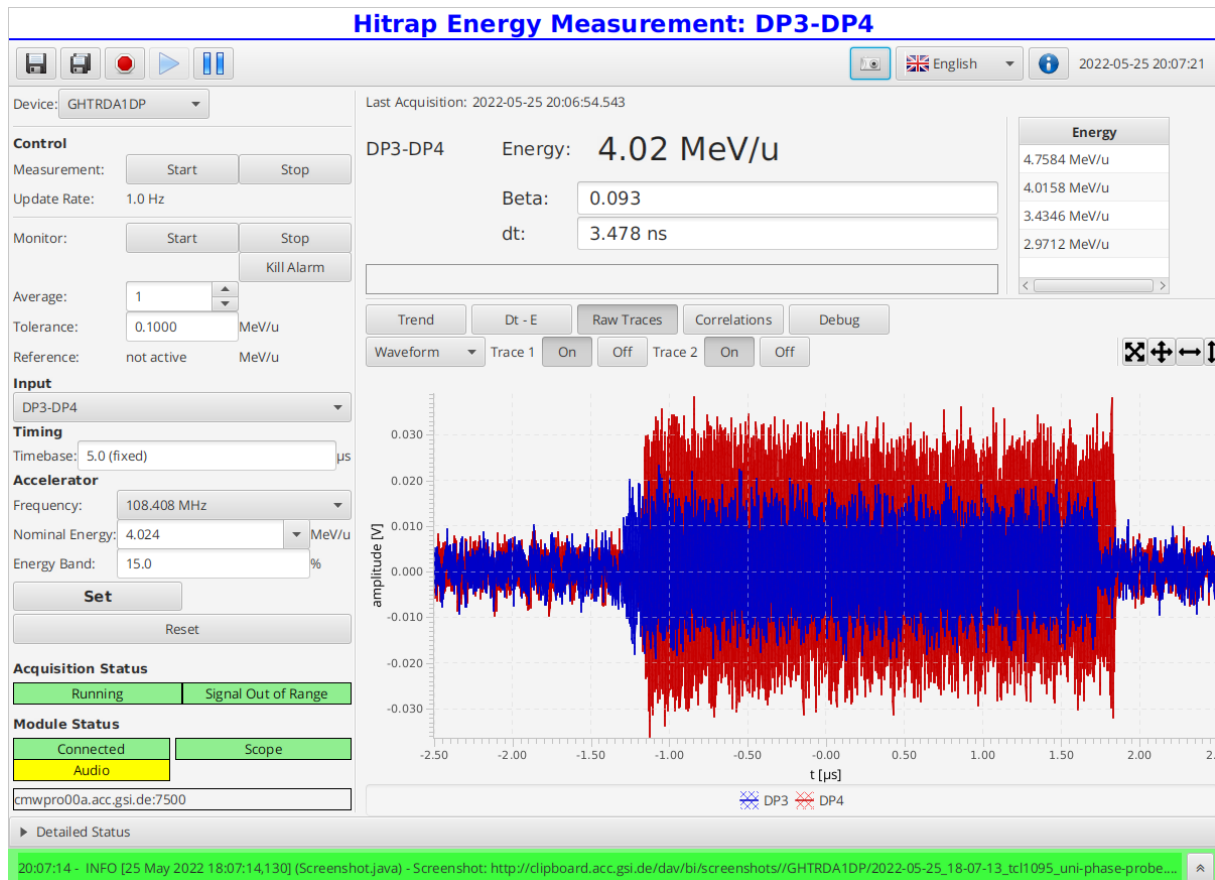

Abbildung 2: Ansicht der Benutzeroberfläche für die Energiemessung mit Gerät GHTRDA1DP.
Abbildung 2 zeigt das Anwenderprogramm. Die linke Spalte beinhaltet die Einstellungen, die rechte Spalte dient zur Darstellung und Anzeige der Ergebnisse. In der Menüzeile sind die üblichen Befehle zur Speicherung von Daten oder Ablegen von Screenshots auf dem Clipboard vorgesehen.
- Waveform: Rohdaten, siehe Abbildung 2